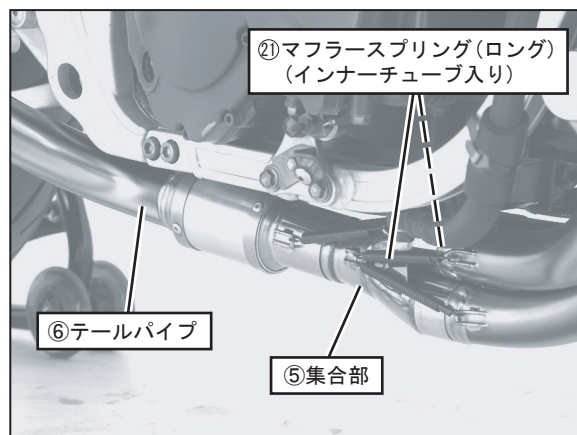

FIG. 8
7. ⑤集合部に⑥テールパイプを取り付け、手順3でインナーチューブを取り付けた②①マフラスプリング(ロング)2本をスプリング取付工具を使用して取り付けて下さい。(FIG. 8 参照)